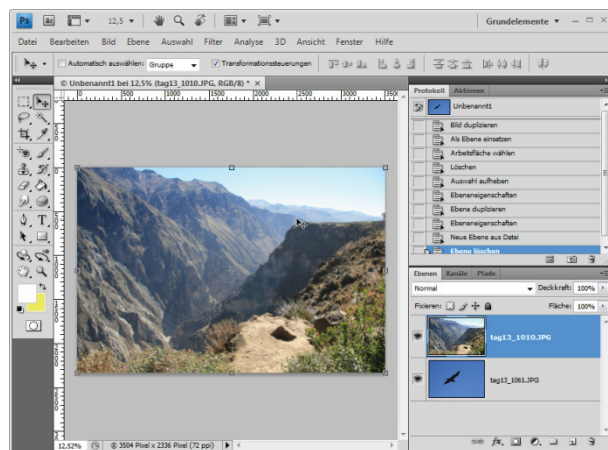

Abb. 11-81: Dateien in Photoshop-Ebenen laden
- Da die Bilder aus einer Serie stammen und daher die gleichen Eigenschaften haben, werden sie auf zwei Ebenen deckungsgleich übereinander angeordnet (Abb. 11-81). Falls das Landschaftsbild oben liegt, ist die Ebenenreihenfolge zu vertauschen.